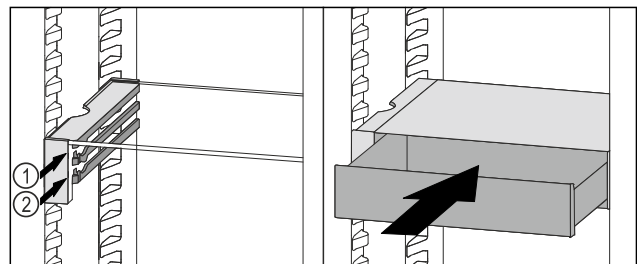

Fig. 106
- ▶ VarioSafe-Schubfach hinter den Stopperrn auf gewünschter Rippe Fig. 106 (1) oder Fig. 106 (2) aufsetzen.